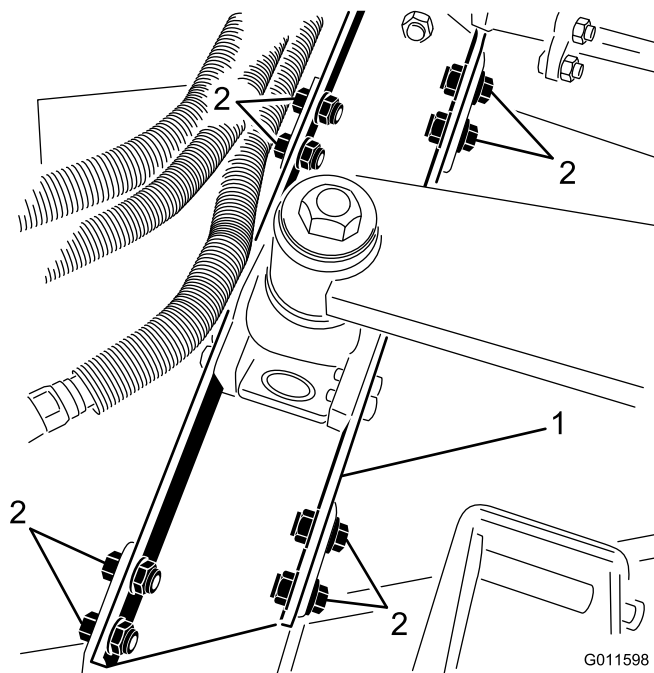

Figura 4
2. Retire os oito parafusos, anilhas e porcas de bloqueio que prendem a montagem do braço de elevação aos suportes da plataforma do cortador (Figura 4).